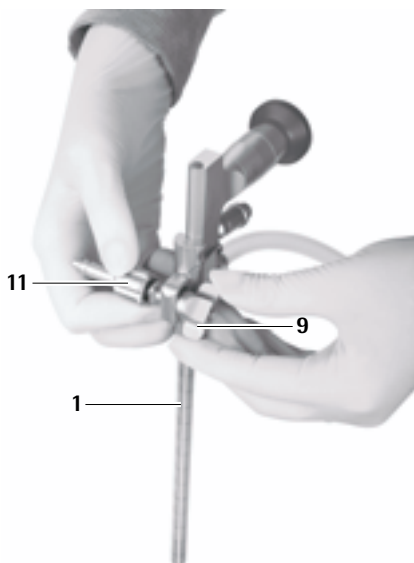

Fig. 19
- Avvitare il dado ad alette **10** finchè non viene fissato l'adattatore braccio di tenuta **11**, vedere Fig. 19.